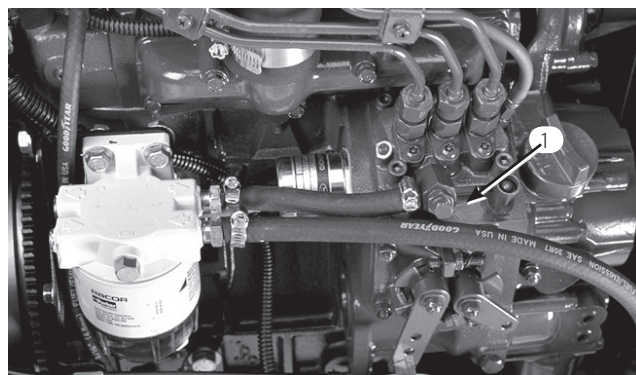

図 35
3. 燃料噴射ポンプについているエア抜きネジ（図35）をゆるめる。